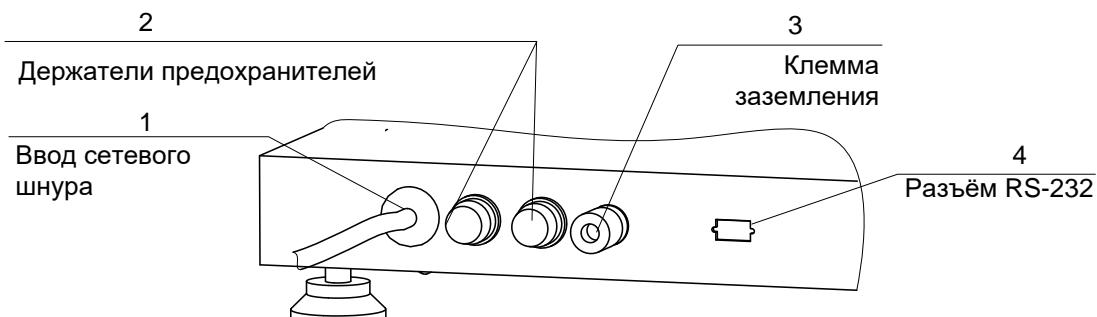

Рисунок 2 – Задняя стенка основания
На задней стенке основания (рисунок 2) находятся: **ввод сетевого шнура 1**, **держатели предохранителей 2**, **клемма 3 заземления аппарата**, и **разъём 4 для подключения аппарата к ПК по интерфейсу RS-232**.
- 2) Клемма «Земля» на задней панели аппарата (рисунок 2, страница 4) должна быть подключена к внешней заземляющей шине.